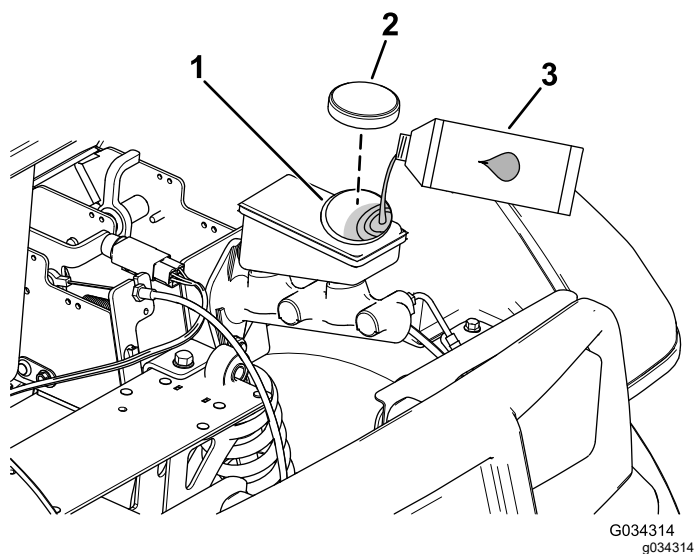

Figura 53
2. Eleve el capó para acceder al cilindro del freno principal y al depósito (Figura 53).
- A. Limpie la zona alrededor del tapón del depósito y retire el tapón (Figura 53).
- C. Coloque el tapón del depósito (Figura 53).